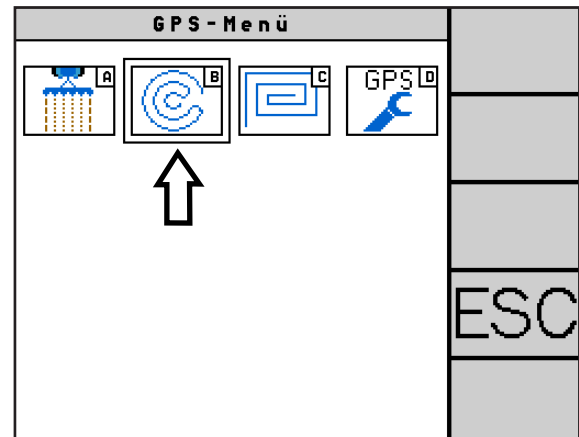

Abb. 163: Modus „Kreisspur“ wählen
Wählen Sie im GPS-Menü „Kreisspur“ (B) (siehe Abb. 163), um Kreisspuren anzulegen.